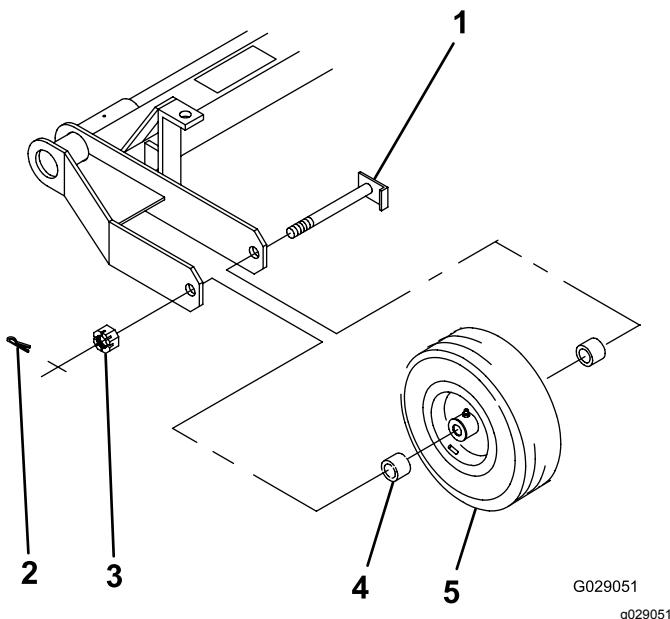

Figura 3
1. Posizionate il gruppo ruote e 2 distanziali (1 a ciascun lato del mozzo della ruota) tra gli elementi del telaio come illustrato in Figura 3.
2. Inserite l'assale attraverso il telaio, i distanziali e la ruota (Figura 3).
3. Inserite il dado a corona sull'assale (Figura 3) e serratelo con una chiave a mano a una coppia di 8–20 N·m.
7. Montate la coppiglia (Figura 3).